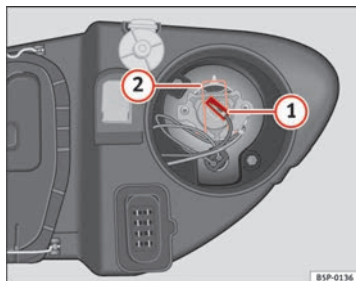

Fig. 190 Feux de route
- Appuyez sur le ressort ⇒ fig. 190 ② vers l'intérieur et vers la droite.
- Retirez le connecteur ⇒ fig. 190 ① de l'ampoule.